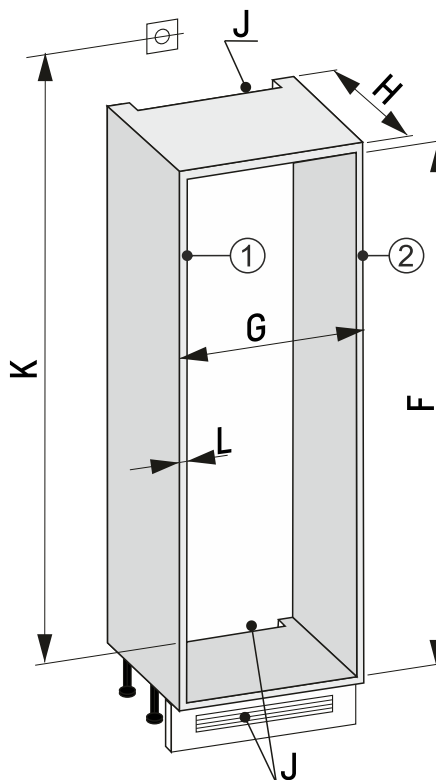

Fig. 91 Wnęka 30"
- Zmierzyć grubość ścianki mebla Fig. 91 (L).